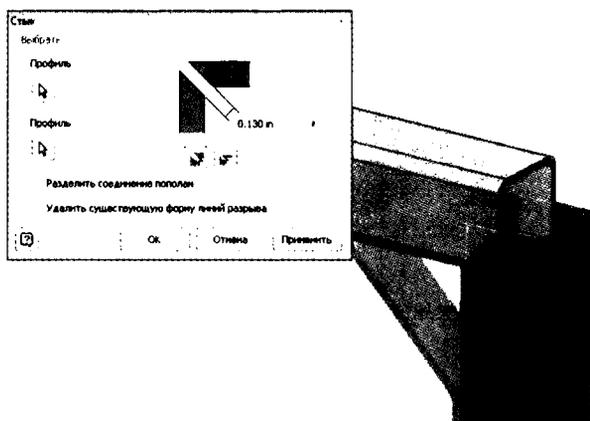

Рис. 11.6. Добавление стыка в раму
4. Установите значение разрыв **0,130 дюймов**, как показано на рис. 11.6, затем нажмите **ОК**, чтобы создать стык.